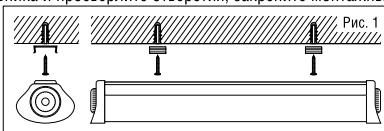

Рис. 1
- Наметьте место будущей установки светильника и просверлите отверстия, закрепите монтажные скобы, как показано на Рис.1, установите светильник.
- Подключение светильника необходимо проводить только со стороны, обозначенной маркировкой «ВХОД». Поверните зажимную гайку гермоввода ① со стороны подключения против часовой стрелки и